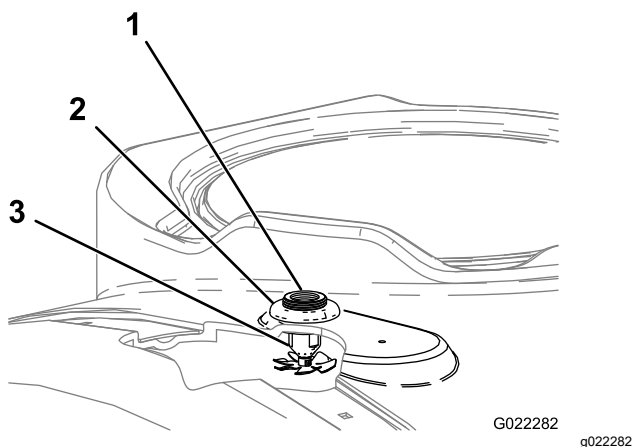

Figura 18
3. Instalezi ansamblurile duzelor prin orificiile realizate (Figura 18).
4. În partea superioară a rezervorului, montai piuliile cu guler din plastic peste fileturile expuse ale fittingurilor plăcii despăritoare, pentru duzele pentru clătire (Figura 18).